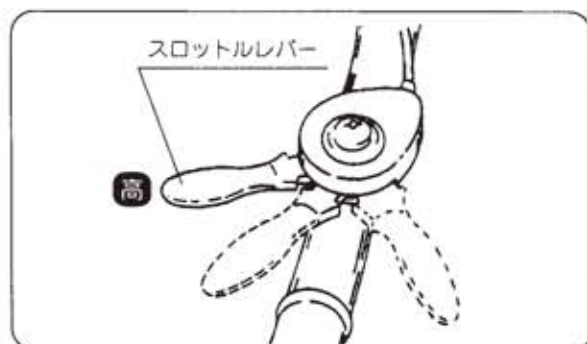

図18
- ① スロットルレバーをゆっくり [高速] 位置にします。(図18)